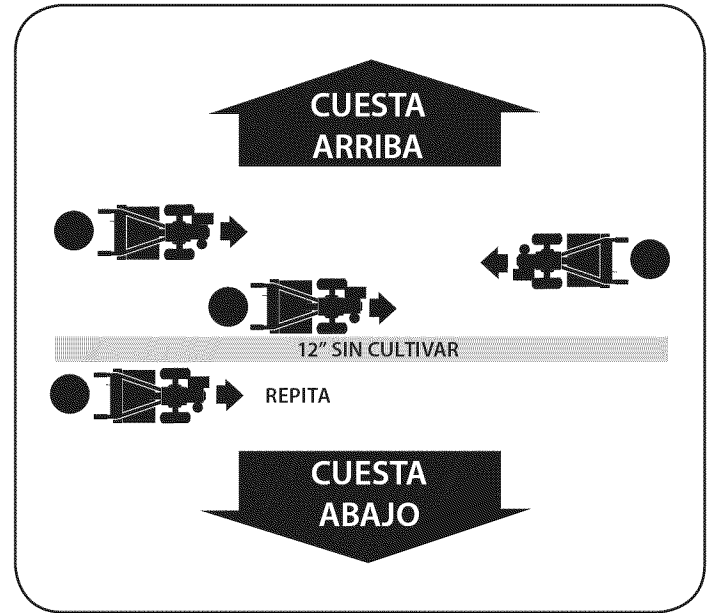

Figura 22
1. Para crear una terraza, comience en la cima de la pendiente y trabaje hacia abajo. Recorra la primera hilera hacia atrás y hacia adelante. Vea la Figura 22.